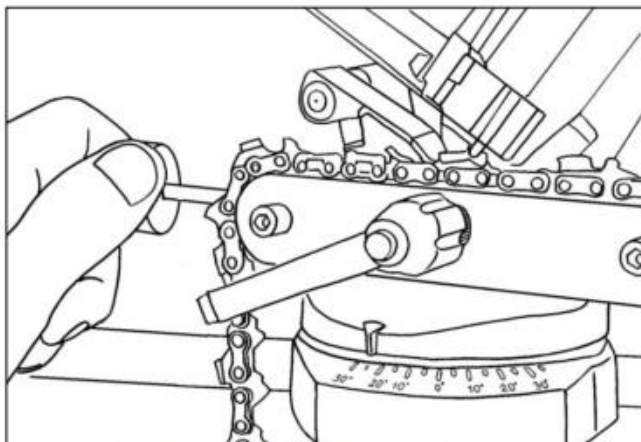

Рис.6 Регулировка зуба
- С помощью установочного винта отрегулируйте положение зуба так, чтобы заточной круг еле касался затачиваемой поверхности (рис.6)